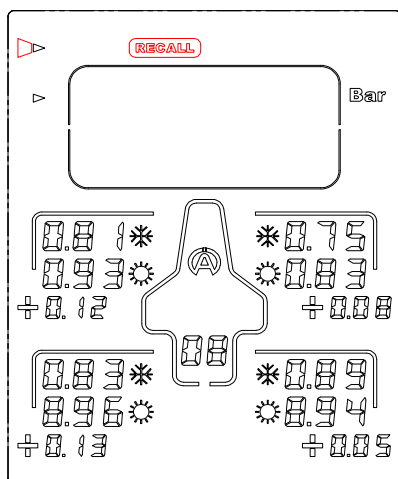

Abbildung 6
- 1) Wählen Sie mit Hilfe der Tasten     das Symbol "**RECALL**" (Abbildung 6) aus.